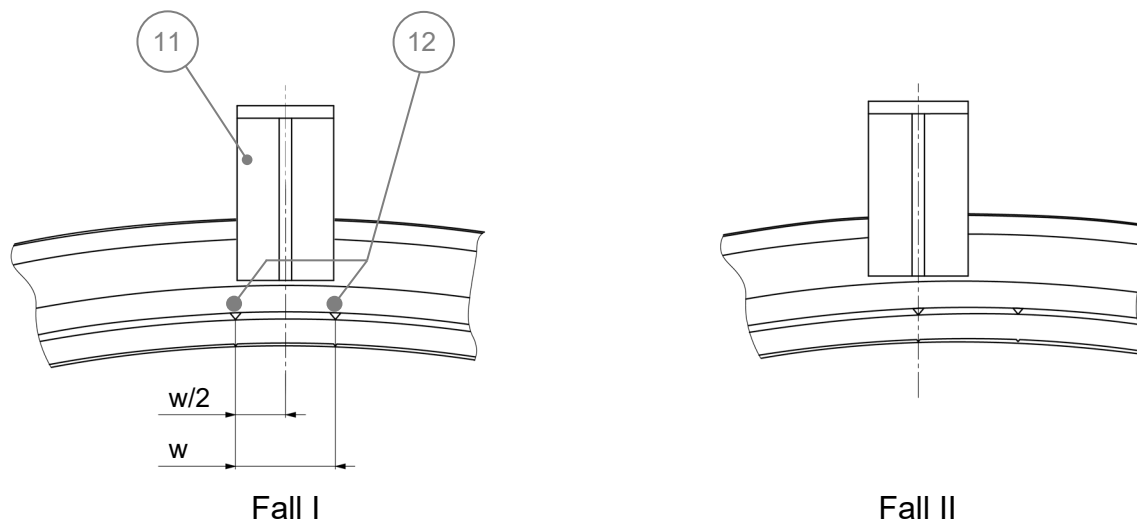

Bild 8: Verschleißanzeige
Beachten Sie, dass bei Auslieferung der Kupplung mit nicht fertig gebohrter Nabe die Verschleißmarkierungen (Pos. 12) nach dem Bohren der Nabe zu setzen sind, Bild 8 in Abschnitt 5.2.
- Den **Verschleiß der Kupplungsverzahnung**: Die Position des Zeigers (Pos. 11) zwischen den Verschleißmarkierungen (Pos. 12) auf der Nabe zeigt den Zustand des Zahnflankenverschleißes an Bild 8. In neuem Zustand (Fall I) liegt die Verschleißanzeige in der Mitte. Wenn die Verschleißgrenze erreicht ist (Fall II), muss die gesamte Kupplung ausgetauscht werden.